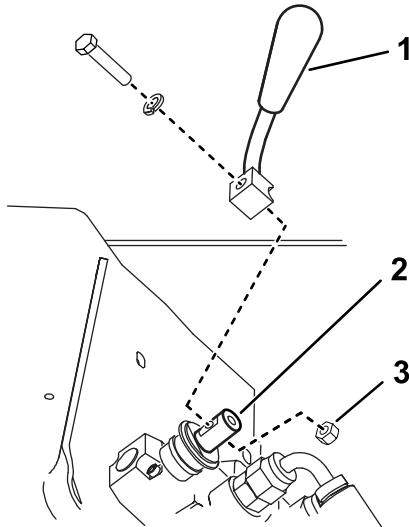

Figura 4
2. Sujete la palanca a la válvula selectora de velocidad usando el perno, la arandela de freno y la tuerca, según se muestra en la Figura 4.